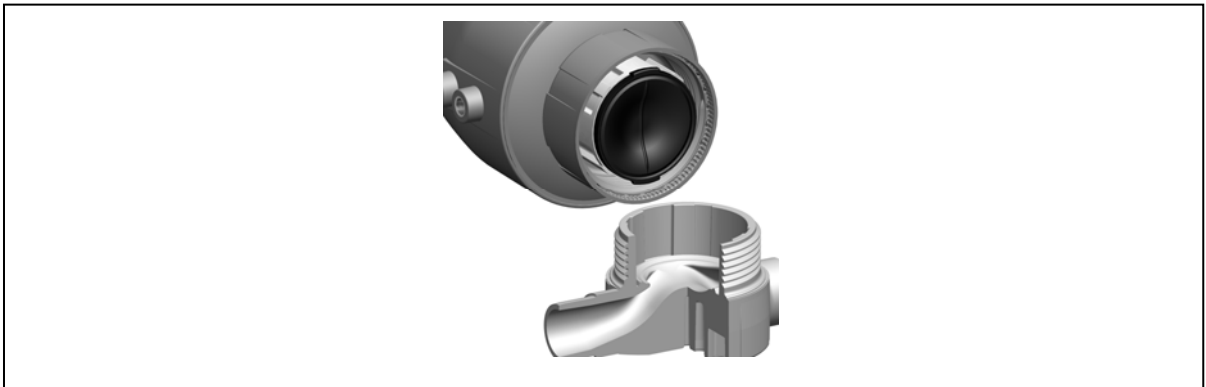

Fig. 14
- Réaligner la membrane en parallèle et le compresseur. Les onglets de la membrane doivent être placés entre les barres étroites de guidage du boîtier intérieur, voir Fig. 14